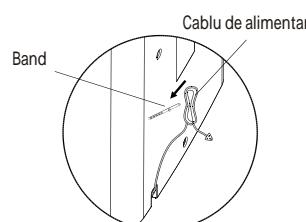

Fig. 12
- Răsuși cablul în exces pe cărligul cablului de alimentare (vezi Fig. 12).